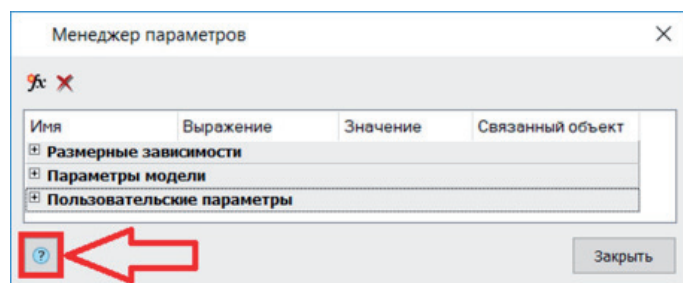

Рис. 63. Менеджер параметров. Справка
- **Выражение.** В этом столбце пользователь может задать математическое выражение для вычисления значения параметра. В математических выражениях можно использовать имена параметров, математические операторы и функции. Для получения более подробной информации о поддерживаемых операторах и функциях откройте справку, нажав соответствующую кнопку в окне Менеджера параметров (рис. 63). Такая кнопка есть в большинстве окон *paпoCAD*;